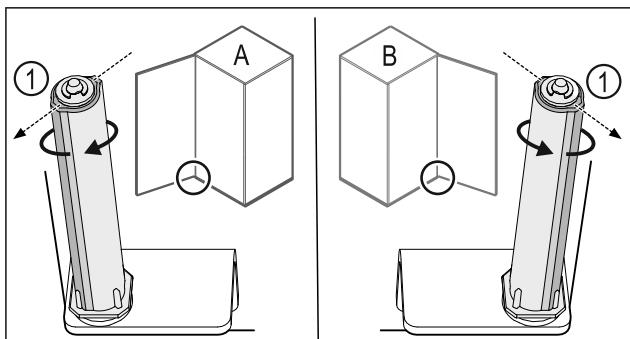

Fig. 44 Левое навешивание (A) / правое навешивание (B)
- Поворачивайте систему закрытия, преодолевая сопротивление до тех пор, пока ее ребро Fig. 44 (1) не будет направлено наружу.